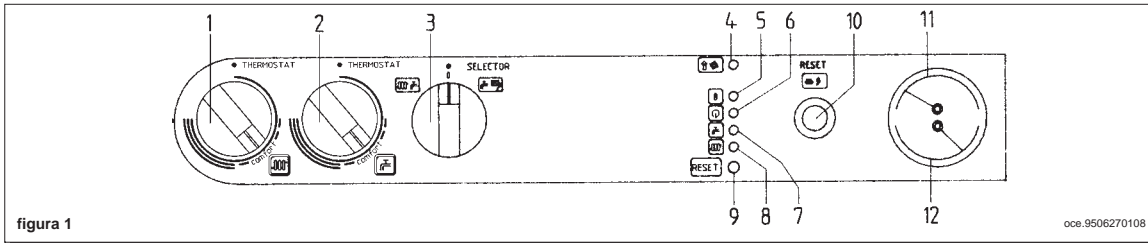

figura 1
**Importante:** Per abilitare le funzioni del telecontrollo è necessario che il selettore (3) di figura 1 sia posizionato in ESTATE (☀️). In tale caso le spie di funzionamento caldaia (7 e 8 figura 3) lampeggeranno in caso di richiesta calore rispettivamente in riscaldamento o sanitario. I dispositivi per la regolazione delle temperature (1 e 2 di figura 1) non sono abilitati.